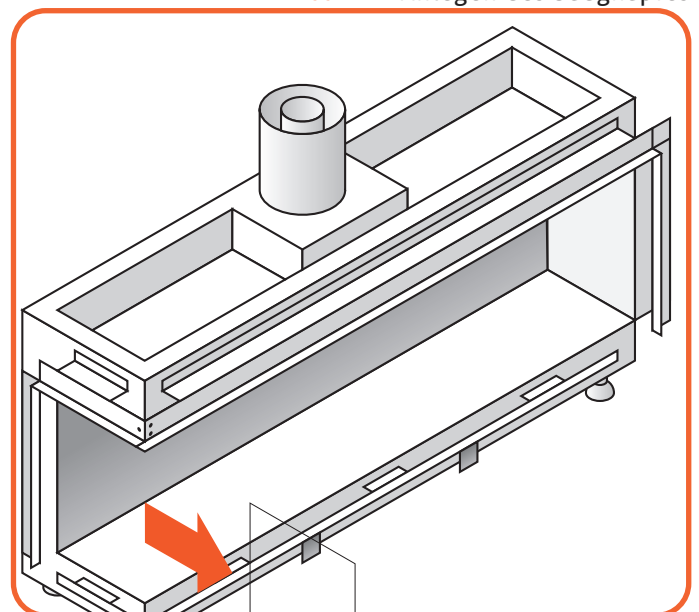

Abb. 9.7 Herausnehmen der Seitscheibe
- Falls erforderlich, nehmen Sie die Seitenscheiben langsam und vorsichtig heraus (Abbildung 9.7).